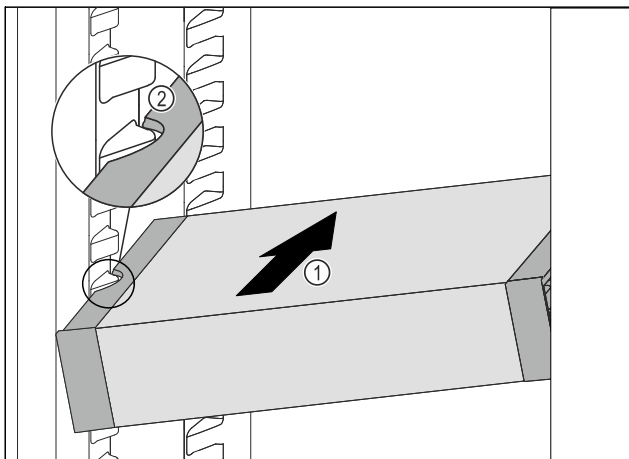

Fig. 69
- Вставити висувний ящик VarioSafe під кутом в охолоджувальне відділення Fig. 69 (1), доки бокові поглиблення Fig. 69 (2) VarioSafe не будуть розташовуватися на рівні ребра для ємності в охолоджувальному відділенні.